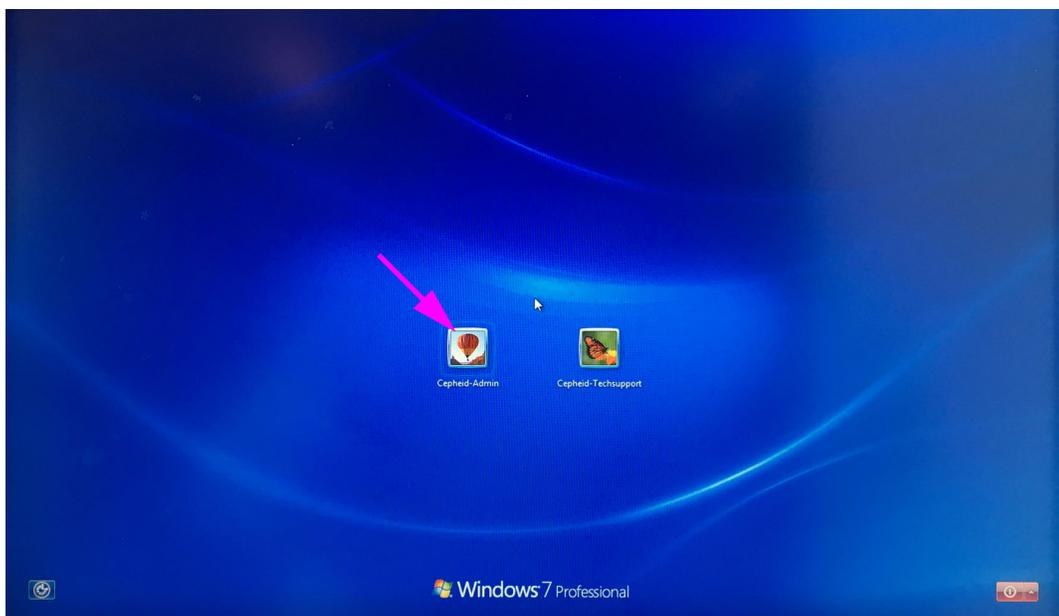
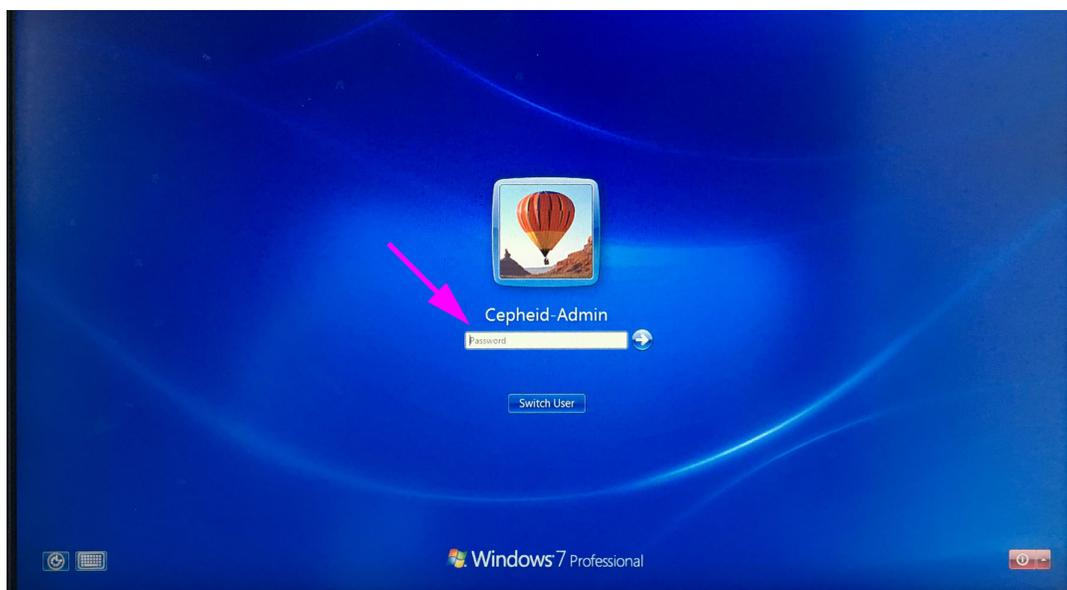

图 5-3. Windows 7 帐户屏幕
图 5-4. Windows 7 密码屏幕
1. 在 Windows 7 上，开机后将显示 Windows 帐户屏幕。请参见图 5-3。
**Cepheid-Admin** 帐户适用于所有客户任务，如运行测试、系统配置和软件更新。而 **Cepheid-Techsupport** 帐户仅供 Cepheid Technical Support 使用，如 图 5-3 中所示。
2. 在 Windows 7 帐户屏幕上，选择 **Cepheid-Admin** 用户帐户（请参见图 5-3）。出现 Windows 密码屏幕。请参见图 5-4。
3. 在 Windows 7 密码屏幕（请参见图 5-4）上，输入系统管理员分配的密码。显示 Windows 7 桌面屏幕。